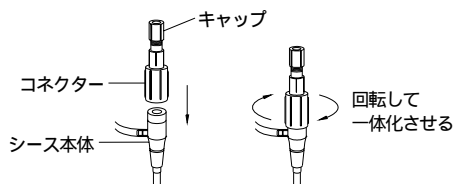

図3
1. 血管内に留置しているシースに、本品のコネクタ部を時計方向に回して締め込み、シース本体と一体化させる(図3参照)。